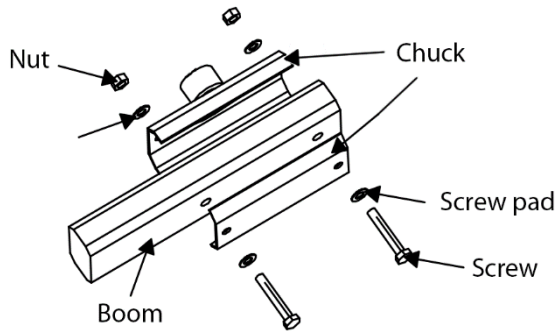

Figura 2 Instalación de la pluma en el chasis
- Instale la pluma en el chasis (el marco), como se muestra en la Figura 2.